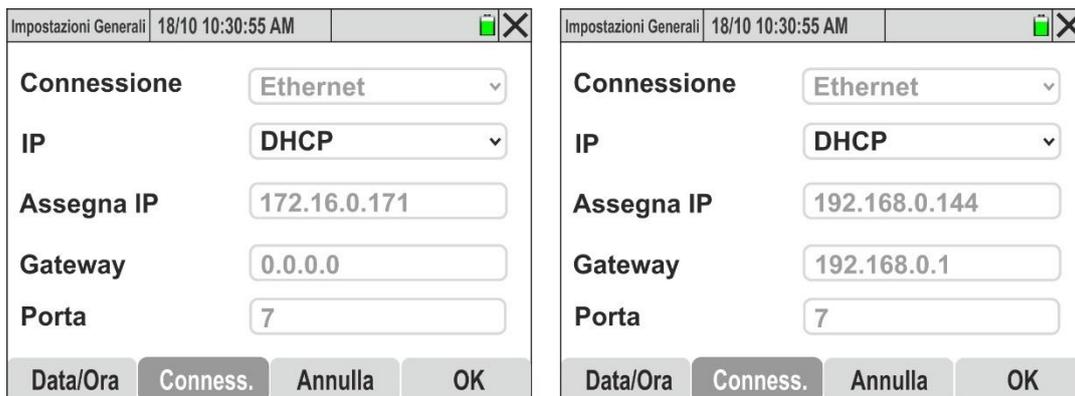

Fig. 14: Impostazione comunicazione tramite rete Ethernet – Modo DHCP
1. Premere il tasto **F2** oppure toccare **Conness.** a display. La videata di Fig. 14 – parte sinistra è mostrata a display
4. **Spegnere e riaccendere lo strumento.** Tornando alla sezione di connessione sarà visualizzato l'indirizzo IP assegnato allo strumento dal router di rete (vedere Fig. 14 – parte destra)
8. Selezionare l'opzione “Rete”, inserire l'indirizzo IP del dispositivo precedentemente definito (vedere Fig. 14 – parte destra) e confermare con “OK”